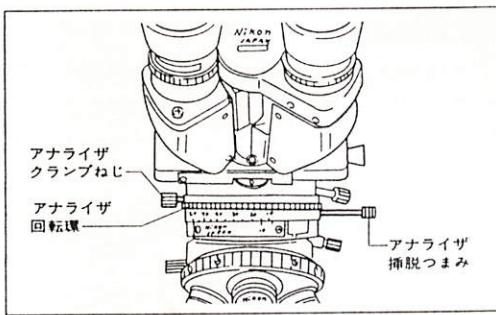

図 26
- アナライザは左側のクランプねじを緩めてから回転環により回転させます。回転角は、0～180°の間を副尺により0.1°まで読み取れます。アナライザ挿脱つまみを引き出すことにより、アナライザを光路から除くことができます。（図26）